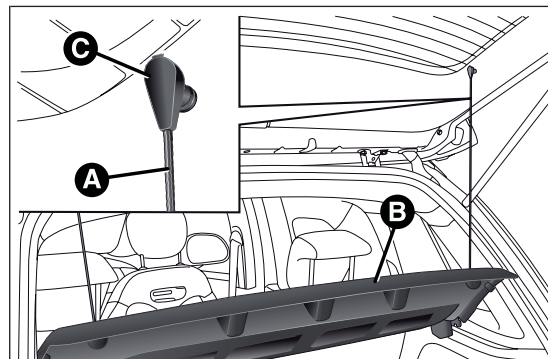

fig. 81
- ☐ liberare le estremità dei due tiranti A fig. 81 di sostegno della cappelliera B sfilando gli occhielli C dai perni di sostegno;